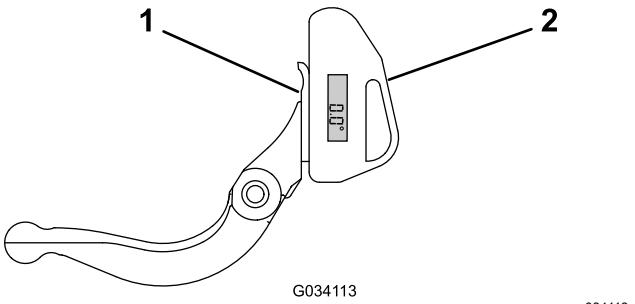

Figura 28
1. Coloque o indicador de ângulo no lado inferior da lâmina de corte, como se ilustra na Figura 28.